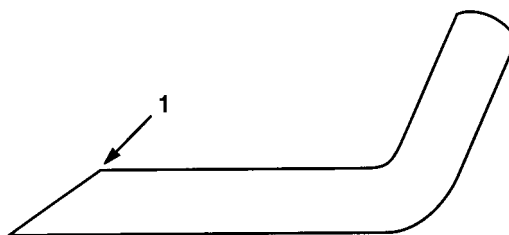

Fig. 15
- Controllare il tagliente di tutte le lame ed affilarlo se è smussato o scheggiato. Affilare soltanto la parte superiore del tagliente, e mantenere l'angolo di taglio originale per garantire l'affilatezza (Fig. 15). La lama rimane equilibrata se viene tolto lo stesso quantitativo di metallo da entrambi i taglienti.